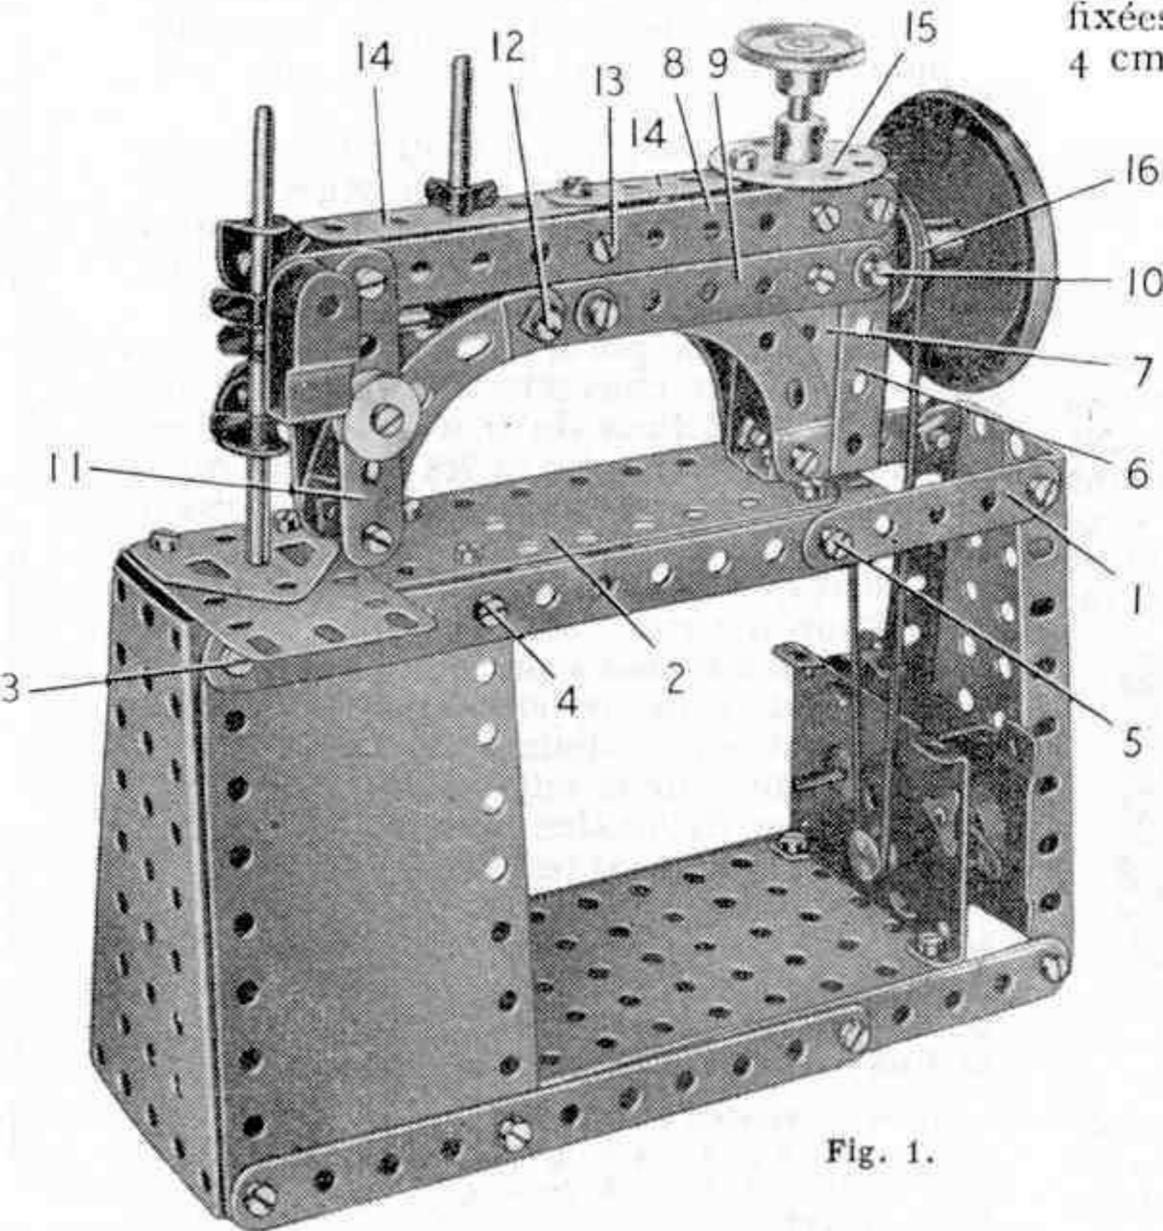

Fig. 1.
montre la figure 1. Les extrémités supérieures des plaques-secteurs sont réunies par des bandes (1) composées chacune d'une bande de 11 trous et d'une de 5.